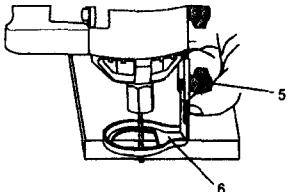

Fig. 11
1. Ajuste la profundidad de la bancada del asa de precisión aflojando la perilla del medidor de profundidad (5) y deslizando la bancada (6) hacia adentro o hacia afuera según se requiera (ver la fig. 11).